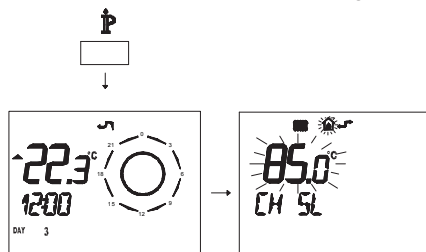

Fig. 5.45
- Premere per più di 3 secondi il pulsante **P** per entrare in modalità **INFO** (Fig. 5.45).